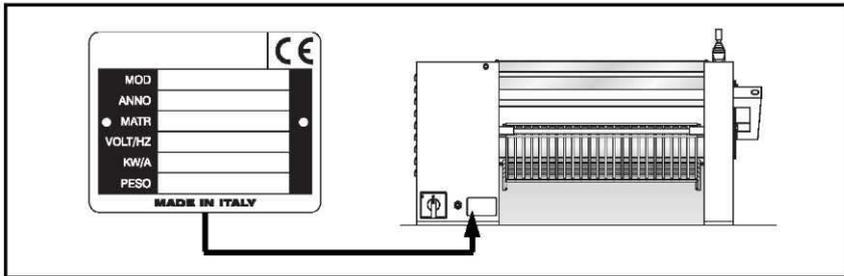

Рис.2 (маркировка CE)
Маркировка СЕ выполнена в виде алюминиевого значка красного цвета с шелкографией, (закреплена 2 заклепками, как показано на Рис. 2. На табличке в легко читаемой и нестираемой форме обозначена следующая информация:
- 1- Снять короб для муки (**рис.2-поз.10**), который крепится двумя винтами по бокам; Подвести подходящие стропы или тросы (в соответствии с действующими нормами) под штанги по бокам (**см. рис. 5**);
Красная грибовидная кнопка смонтирована справа на боковой поверхности машины над выступом (**рис.2-поз.7**) и снабжена блокировкой с возможностью возврата в исходное положение только вручную. После нажатия на кнопку происходит мгновенная остановка раскаточных валков.
Решетки выполнены из пластифицированной стальной проволоки (**рис.2-поз.18/19**), установлены на петлях на выступах машины и предназначены для предотвращения попадания в опасную зону раскаточных валков. Решетки оборудованы двумя микровыключателями, которые мгновенно останавливают машину при поднятии решеток, что позволяет избежать случайного доступа к зоне раскатки.
- 2- Убедиться, что **предохранительная решетка** опущена (рис.2-поз.18/19);
- 3- Убедиться, что **короб для муки** правильно установлен (рис.2-поз.10);
- 4- Убедиться, что **кнопка аварийного останова** не нажата (рис.2-поз.7);